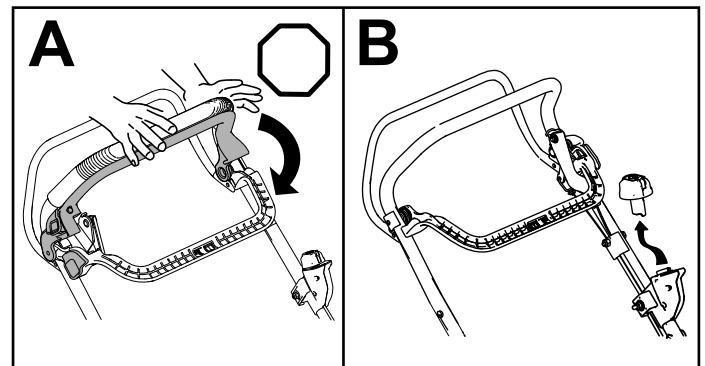

Bild 18
1. Lassen Sie den Schaltbügel los (A in Bild 18).
2. Entfernen Sie den Elektrostarttaster aus dem Elektrostartschalter (B in Bild 18).